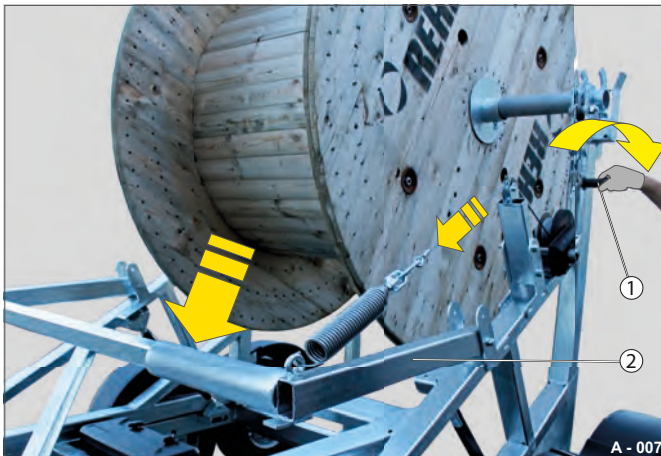

Fig. 25 Sænkning af bremserammen
► Drej håndtaget (Fig. 25 /1) i urets retning.
Bremserammen (Fig. 25 /2) sænker sig ned på tromlestativet.